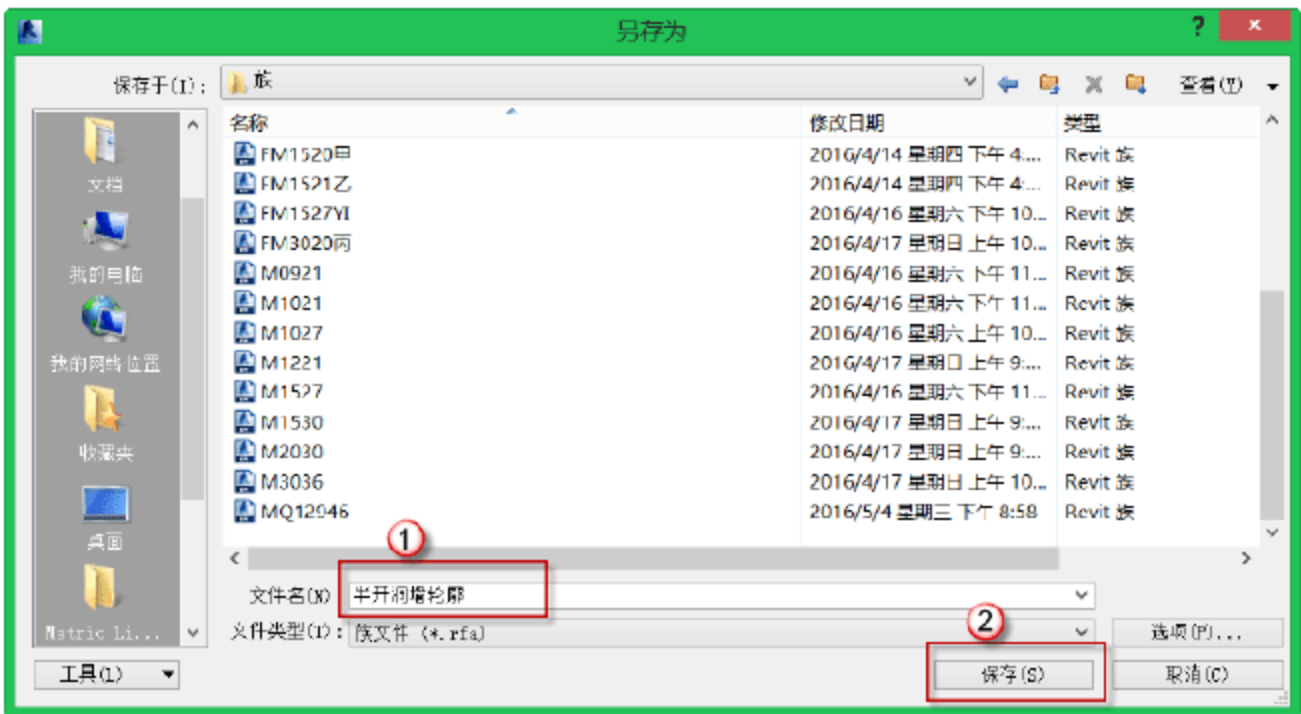

图 10.1.36 另存为“半开洞墙轮廓”族
(5) 另存为“半开洞墙轮廓”族。选择“另存为”→“族”命令，在“另存为”对话框中将保存文件名改为“半开洞墙轮廓”，如图 10.1.36 所示，然后关闭“半开洞轮廓”族。